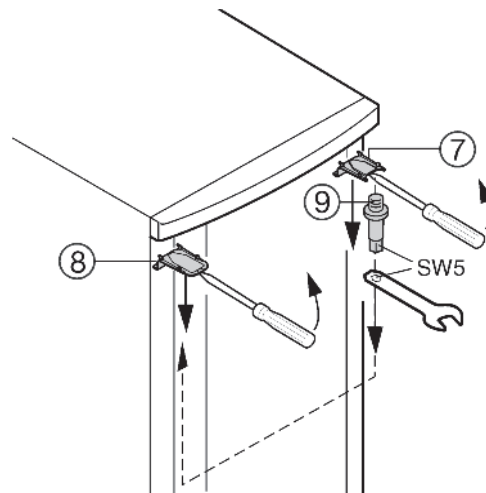

Рис. 5
- ▶ Сдвиньте верхний кожух Рис. 5 (7) и кожух Рис. 5 (8) вперед при помощи отвертки и снимите их, наклонив вниз.
- ▶ Отвинтите несущий штырь Рис. 5 (9) и привинтите его на другой стороне петли, **затянув не слабее 4 Нм**. Для этого воспользуйтесь установочным винтом на накидном ключе.
- ▶ Чтобы установить кожух Рис. 5 (7) на сторону, где привинчен несущий штырь, вставьте на место его заднюю часть и закрепите переднюю.
- ▶ Чтобы установить кожух Рис. 5 (8) на противоположную сторону, вставьте на место его заднюю часть и закрепите переднюю.
- ▶ Прикрепите дверцу к несущему штырю Рис. 5 (9) и закройте ее.